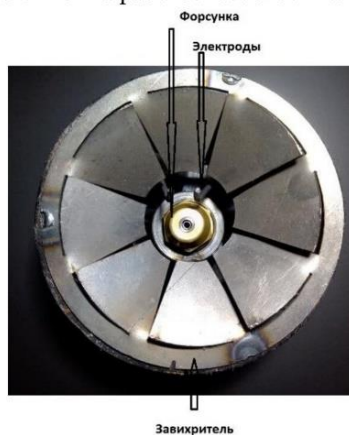

Рисунок 5. Горелка
- 1) Проведите чистку завихрителя горелки (рисунок 5).
- 2) Проведите чистку электродов горелки (рисунок 5).